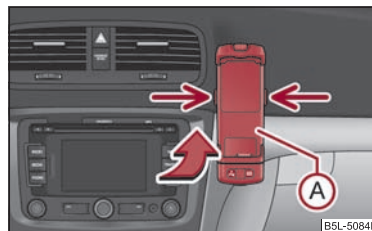

Fig. 119 Adaptare universală pentru telefon
- Împingeți mai întâi adaptorul (A) ⇒ fig. 119 în sensul săgeții în suport, până la limită. Apăsăți ușor adaptorul pentru a vedea dacă s-a fixat.
- Așezați telefonul în adaptorul (A) (conform instrucțiunilor producătorului).
- Apăsăți simultan elementele de blocare laterale ale suportului și scoateți telefonul cu adaptorul ⇒ fig. 119.